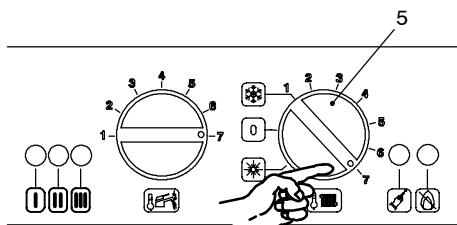

fig. 7.4
- Ruotare il selettore 5 come in fig. 7.4